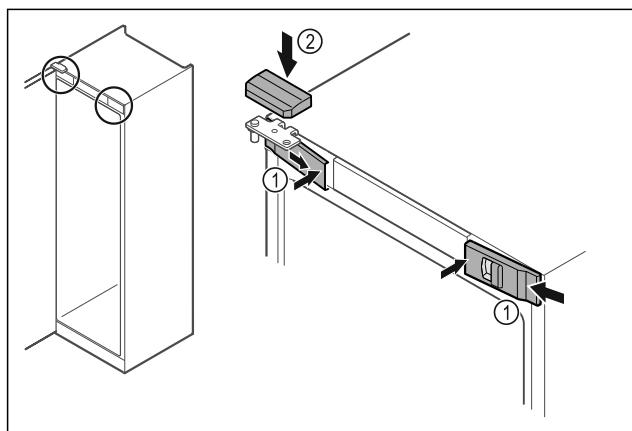

Fig. 53
► Передні кришки Fig. 53 (1) зачепити збоку та зафіксувати всередині.
► Зафіксуйте верхню кришку Fig. 53 (2) зверху.